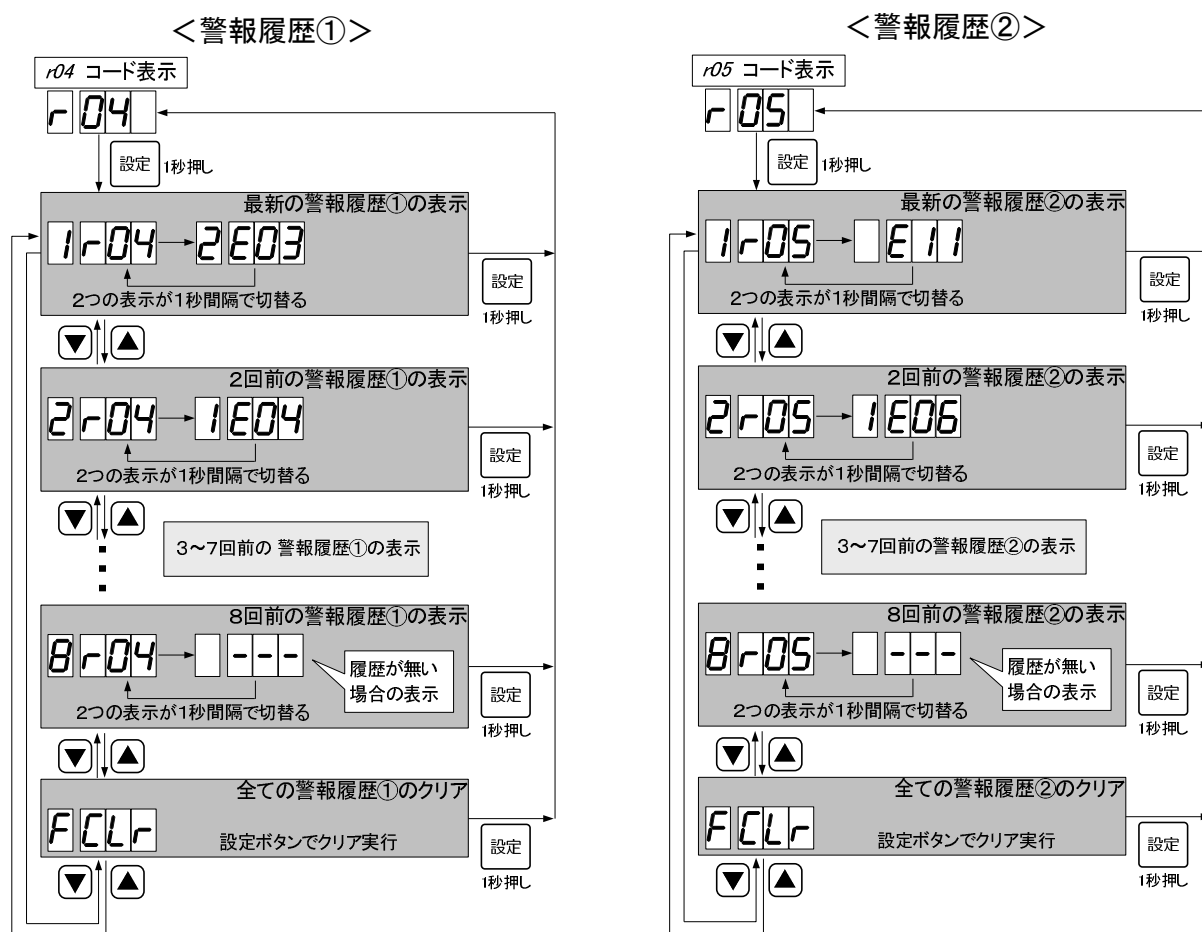

図 6-21 警報履歴①と②の表示例
- ・警報履歴①は、コード r04 で、確認することができます。
- ・図 6-21 に、表示例を示します。